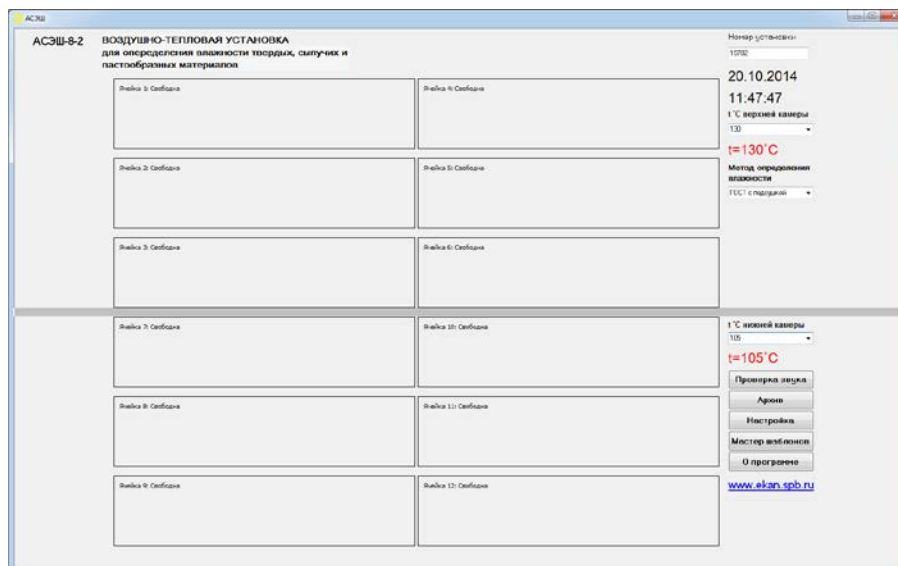

Рис.1 Главная страница программы
1.2. Соединить ПК, весы, установку используя блок сопряжения с помощью соединительных проводов в соответствии с наименованиями разъемов указанных на блоке (приложение, рис.1)
На экране появится главная страница программы (рис.1)